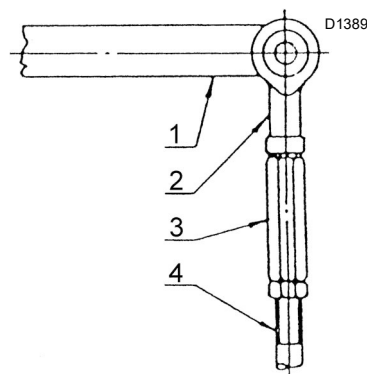

Рис. 14
- від'єднайте шарнірне з'єднання 2) (Рис. 14) від важеля 1);